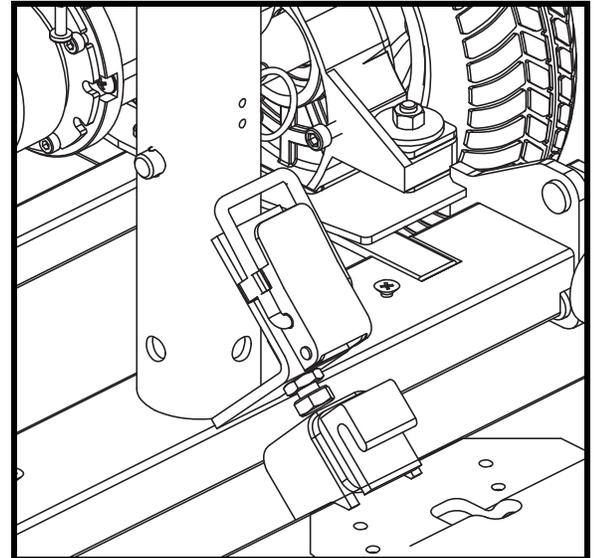

Figure 12. Loquet ouvert
7. Basculez le loquet par dessus sa boucle jusqu'à ce qu'il se bloque dans son réceptacle. **Voir la figure 12.**